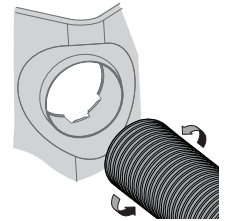

Figure 27
1. Vissez le tube flexible (764-05335) dans l'adaptateur du bac récupérateur. Il y a deux encoches à l'intérieur de l'adaptateur pour faire tenir le tube en place. Voir Figure 27.